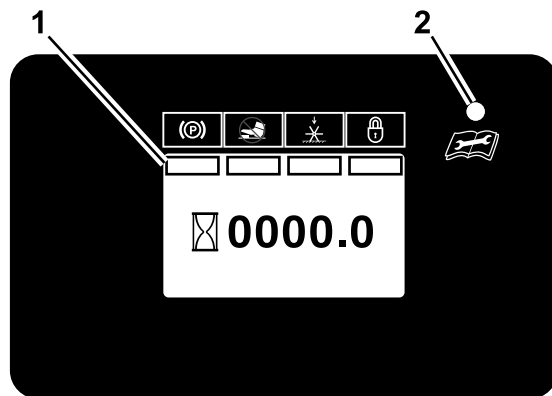
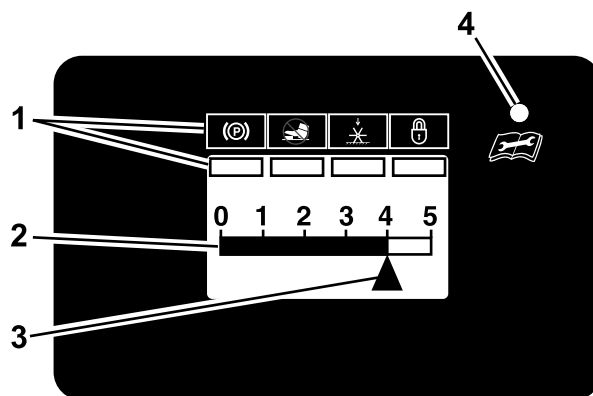

Figura 20
Figura 21
Dopo che le schermate di avvio sono state visualizzate, compare la schermata predefinita (Figura 20).
Un numero più alto sulla barra di stato (Figura 21) aumenta la lunghezza delle carote e un numero più basso la riduce.
Il LED si illumina di colori diversi (Figura 20 e Figura 21) per indicare lo stato del sistema:
- Per bloccare l'impostazione, ruotate 5 volte la chiave di accensione dalla posizione di SPEGNIMENTO a quella di ACCENSIONE. La luce LED di stato del display innesto fustelle si accende (fate riferimento alla Figura 21).